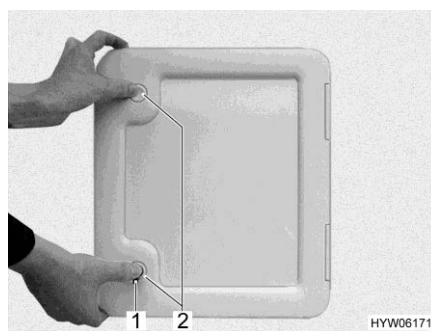

Fig. 297 Trampilla para el depósito de aguas fecales
- Abrir la trampilla para el depósito de aguas fecales en el exterior del vehículo. Para esto, introducir la llave en el cilindro de cierre del cierre a presión (Fig. 297,1 ó Fig. 298,1 ó Fig. 299,1) y girarla un cuarto de vuelta en sentido de las agujas del reloj.